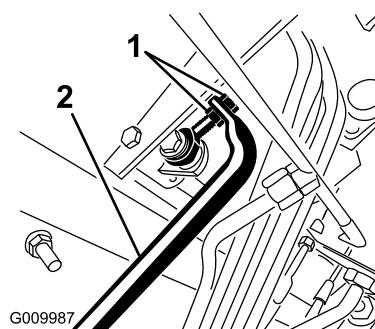

Figura 99
- Ajuste las contratuerzas del extremo de la varilla de la bomba para desplazar el tubo de control de la bomba hacia adelante, para eliminar el movimiento de la máquina hacia adelante, o hacia atrás, para eliminar el movimiento hacia atrás (Figura 99).